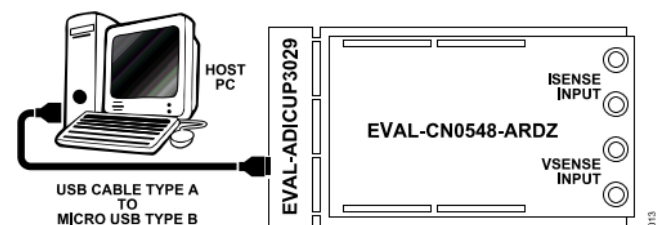

図 12. ホスト・コンピュータの接続
1. 図 12 に示すように、EVAL-CN0548-ARDZ を EVAL-ADICUP3029 プラットフォーム・ボードの上に接続します。